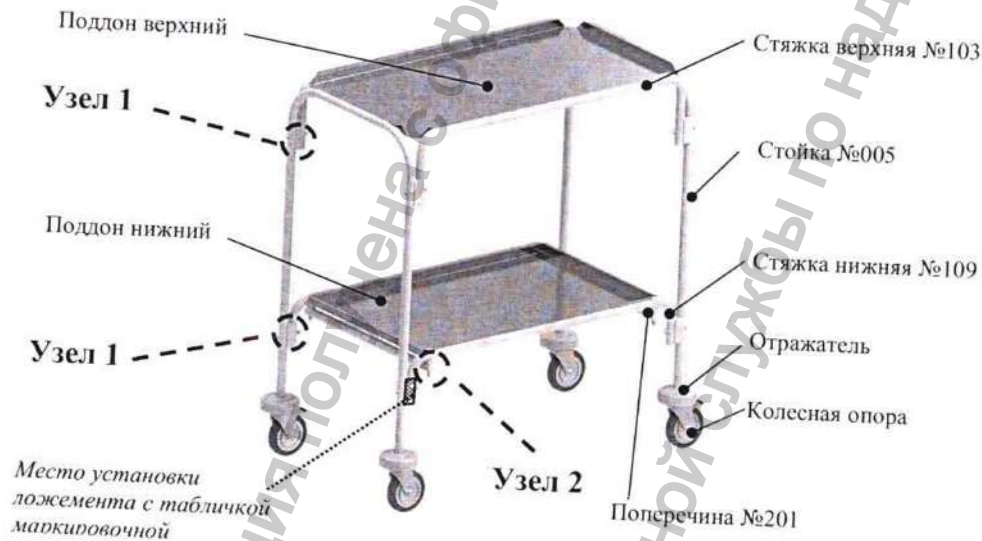

Рис.3
1. Соединить стойки №005 стяжками верхними №103 и нижними №109 (рис.3), зафиксировав соединение крепежными элементами (Таблица 7, Узел 1).
2. Соединить стяжки нижние №109 поперечинами №201 (рис.3), зафиксировав соединение крепежными элементами (Таблица 7, Узел 2).
5. Установить поддон верхний на стойки №005 и стяжки верхние №103 (рис.3).
6. Установить поддон нижний на поперечины №201 и стяжки нижние №109 (рис.3).